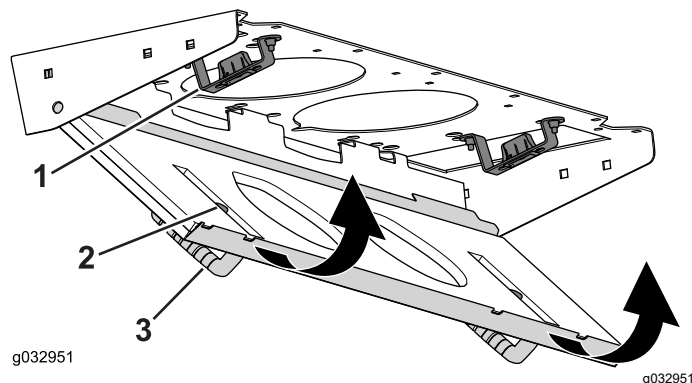

Bild 136
4. Drehen Sie das Filtersieb um die Nasen, bis der Riegel in der Riegelbefestigung einrastet (Bild 136).